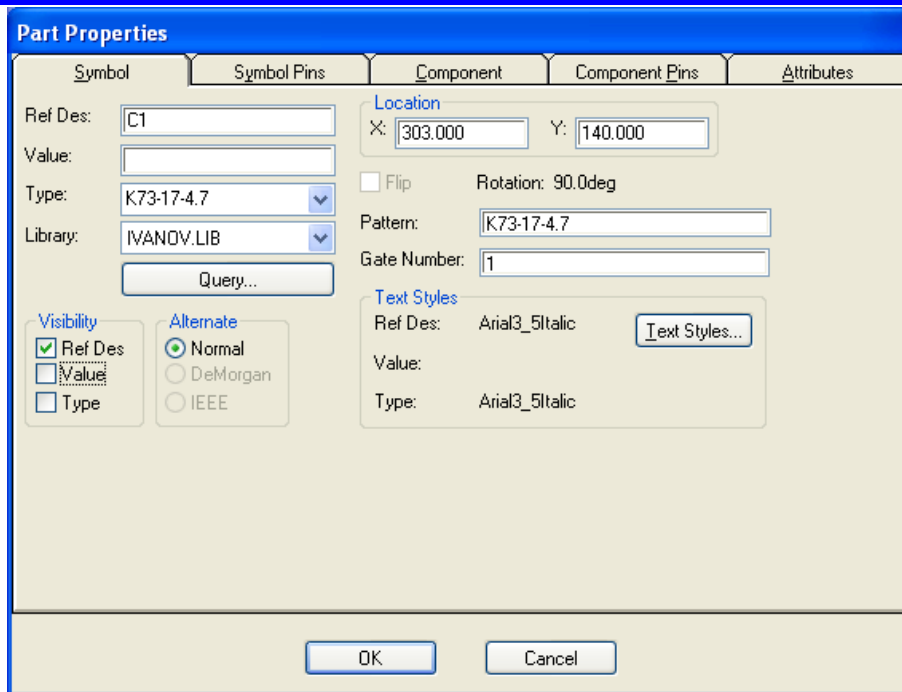

Рисунок 5.11 - Диалоговое окно *Part Properties* (Свойства элемента)
ответствует ГОСТу. Чтобы соблюсти стандарты, рекомендуется вводить позиционное обозначение вручную как *текст* или как *атрибут пользователя*. При этом с помощью нажатия ПК мыши в диалоговом окне **Part Properties** (рис. 5.11) сбрасывается флажок видимости соответствующих атрибутов символа.
- Щелкнуть ПК по выделенному контуру для вызова контекстного меню и выбрать в последнем кнопку **Properties** (Свойства). В открывшемся окне **Part Properties** (Свойства элемента) на вкладке **Symbol** (рис. 5.11) снять флажки видимости¹² (область **Visibility**) у атрибутов **Value** (Значение номинала) и **Type** (Тип элемента). Для завершения щелкнуть ЛК по кнопке **OK**.